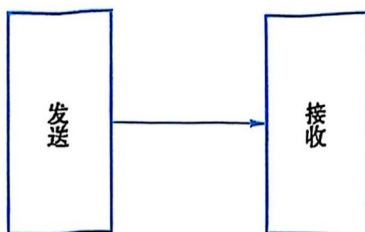

图 7-1 串行通信示意图
**串行通信:**数据的各位在一根数据线上按顺序一位一位地传送,如图 7-1 所示。